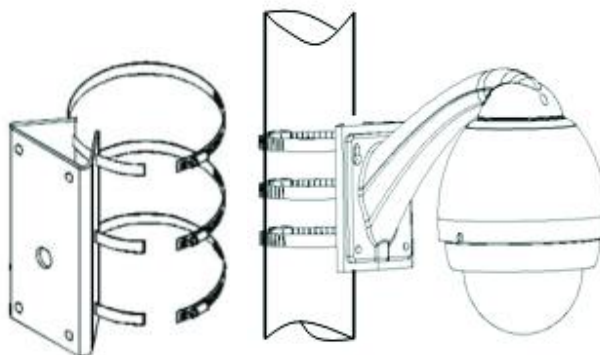

Рис. 1.3-8 Способ крепления камеры на столб
- Крепление камеры на столб осуществляется при помощи специального крепления и хомутов (см. рис. 1.3-8). Хомуты поставляются в следующих диаметрах: 59-82 мм; 84-108 мм; 103-127мм; 130-152 мм; 155-178 мм; 180-203 мм; 194-216 мм. Крепление поставляется отдельно